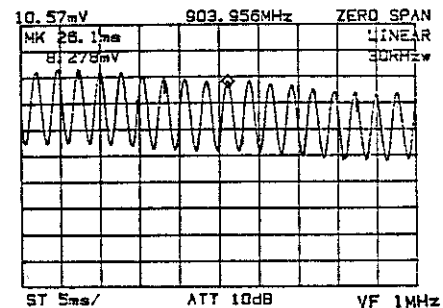

図 5-7 E_{max} の読み取り
- ⑭ マーカのレベル E_{max} を読みます (図 5-7)。